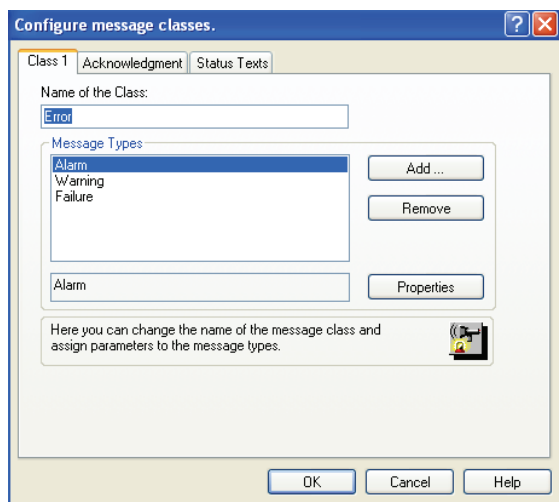

图 8-10 “Configure message classes”对话框
③ 从已选的消息类别列表中选择要删除的消息类别，单击“<”将这些消息类别移动至可用的消息类别列表。如果要删除所有已选的消息类别，单击“<<”。单击“确定”按钮以确认选择。注意：不能删除“系统，需要确认”和“系统，没有确认”消息类别。
① 在导航窗口中，选择“Message Classes”文件夹。
② 在数据窗口中选择要组态的消息类别，右键单击打开已选消息类别的“Properties”对话框，如图 8-10 所示。